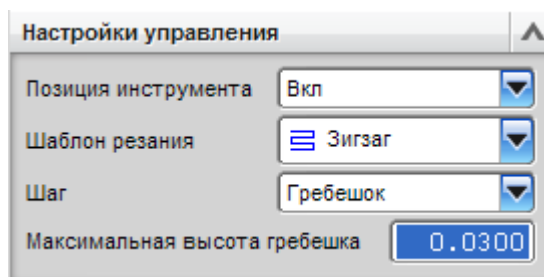

Рис. 2.67. Настройки управления
- задайте **Настройки управления** (см. рис. 2.67): **Шаг – Гребешок**, **Высота гребешка – 0.03**;